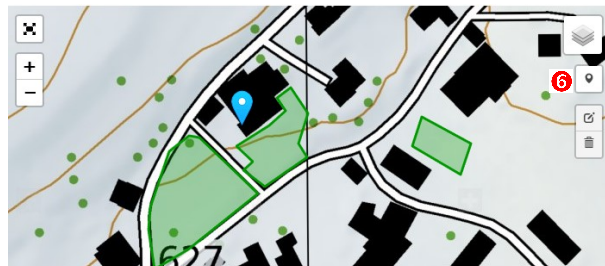

Figura 4: Vista per la registrazione di un luogo di produzione «in vitro» o in serra
L'editor per il posizionamento di un spillo verde per una serra o un luogo di produzione "in vitro" si apre cliccando sull'icona a forma di spillo (Figura 4, ⑥). Con un clic del mouse si posiziona lo spillo sulla mappa. Per correggere la posizione: cliccare sullo spillo verde, tenere premuto e riposizionarlo.